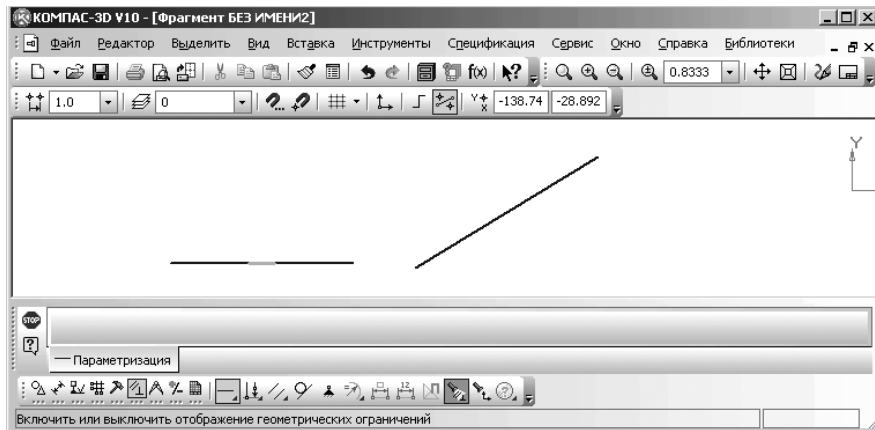

Рис. 1.96. Главное окно системы после создания ограничения **Горизонтальность** для первого отрезка
- щелкните в **Компактной панели** на панели инструментов по кнопке – **Отображать ограничения**. Значок отображения **Горизонтальность** появится на указанном отрезке (рис. 1.96).